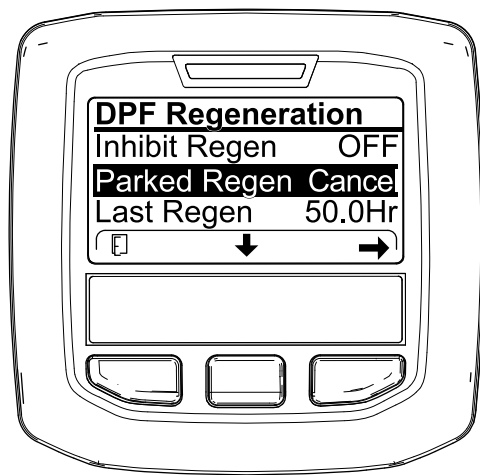
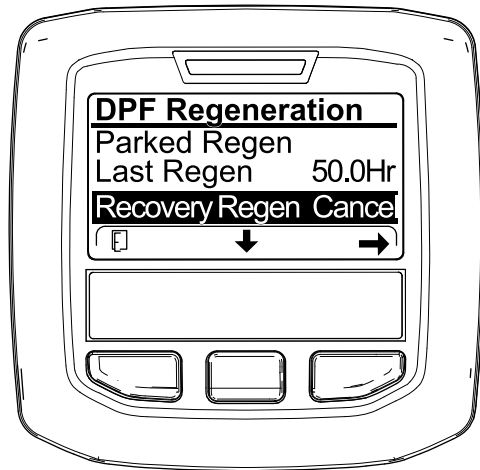

Bild 58
Bild 59
1. Zugreifen auf das Menü für die Regenerierung des Dieselpartikelfilters (Bild 58)
2. Drücken Sie die mittlere Taste, um auf die Option PARKED REGEN. CANCEL (Bild 58) oder RECOVERY REGEN. CANCEL zu navigieren (Bild 59).
3. Drücken Sie die rechte Taste, um den Eintrag „Regen. Cancel“ auszuwählen (Bild 58 oder Bild 59).